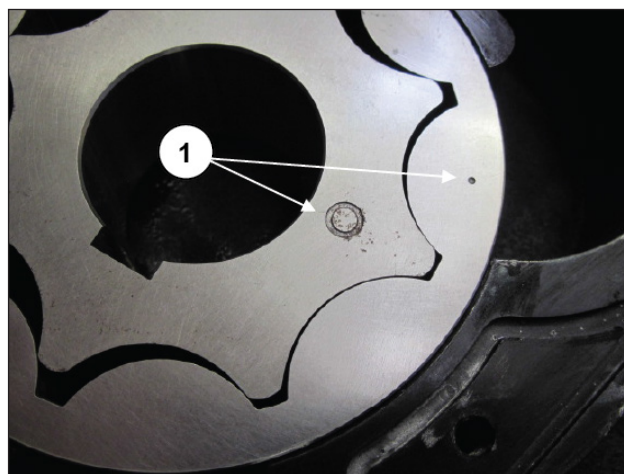

Fig. 153
**Nell'assemblaggio dei rotori pompa olio orientare sullo stesso lato le marcature presenti sui due particolari come indicato nella Fig. 153 pos. ①.**